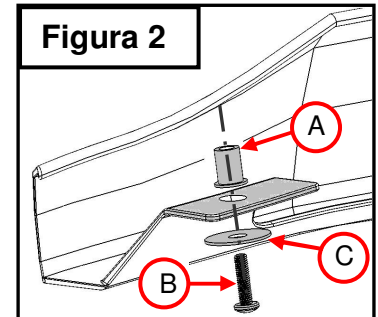

Figura 2
3. Coloque las piezas suministradas en el deflector como se muestra. (**Figura 2**)